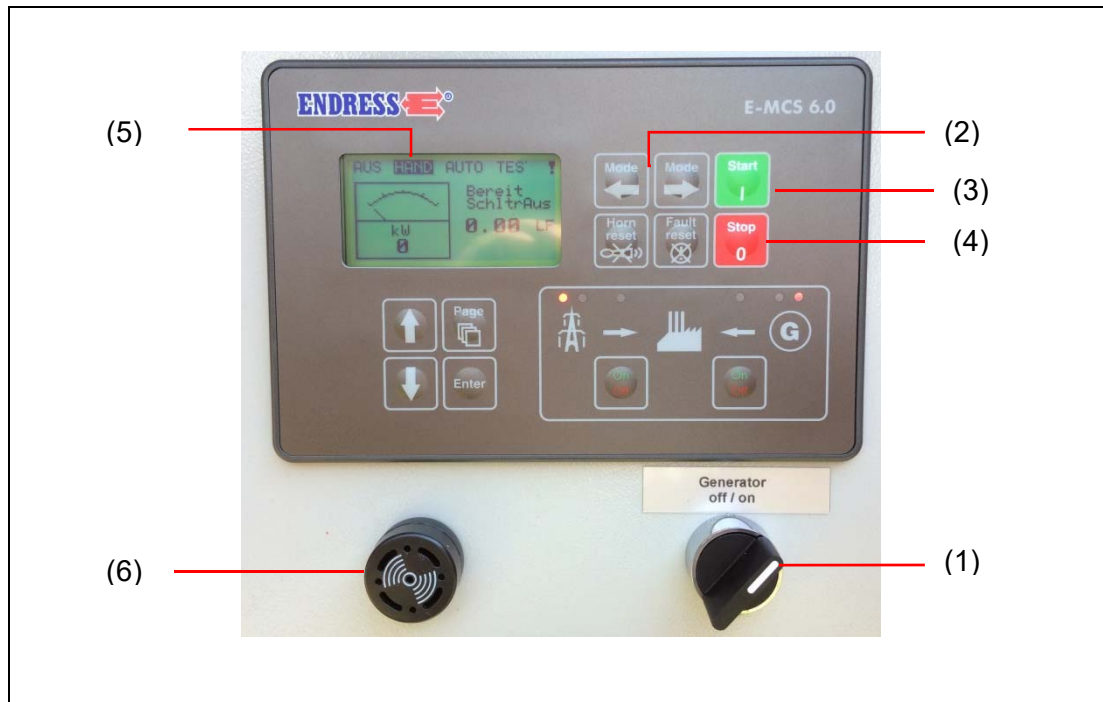

Рис. 8-2: Выключение электрогенератора
- выключенный прибор (Рис. 8-2: Выключение электрогенератора);
2. Нажать кнопку СТОП (Рис. 8-2: Выключение электрогенератора, красный светодиод начинает мигать. Двигатель останавливается по истечении фазы охлаждения).
3. Нажать кнопку STOP (Рис. 8-2: Выключение электрогенератора) второй раз: двигатель немедленно останавливается без фазы охлаждения (не рекомендуется).
4. Многопозиционный переключатель (рис. 8-2: (1)) установить в положение выкл.